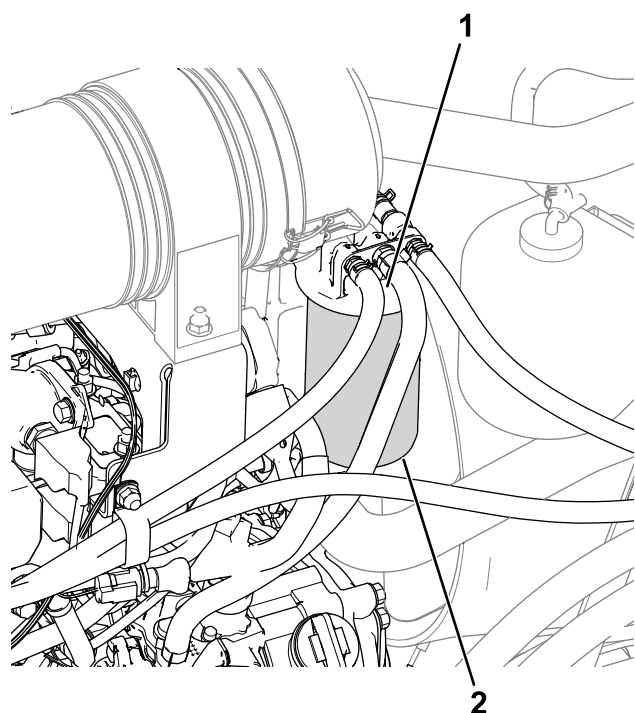

Figura 55
1. Pulite l'area attorno alla testa del filtro del carburante (Figura 55).
2. Rimuovete il filtro e pulite la superficie di montaggio della testa del filtro (Figura 55).